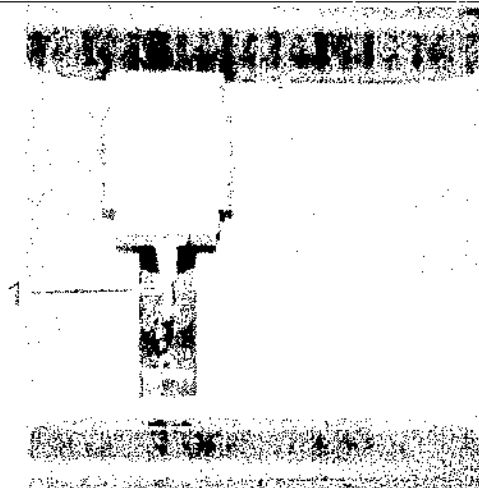

Рис. 28: Вытирание термисторного зонда
1. Вытереть термисторный зонд (рис. 28/1) мягким бумажным полотенцем.